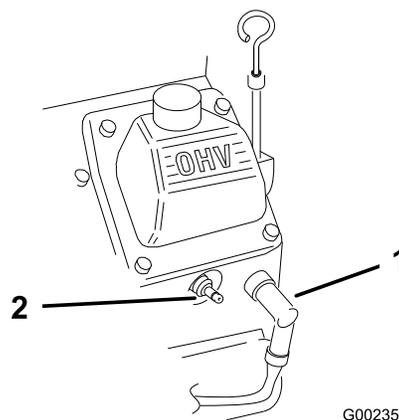

Figure 27
2. Débranchez le fil des bougies (Figure 27).
3. Rebranchez le fil des bougies (Figure 27).